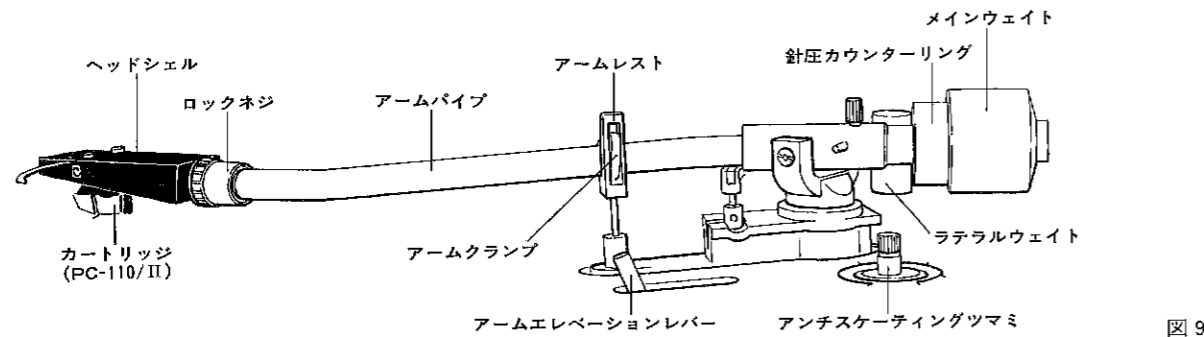

図9
- 1 アンチスケーティングツマミを“0”に合わせます(図9,11)。